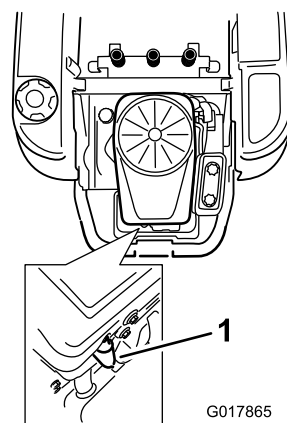

Figure 33
3. Débranchez le fil de la bougie (Figure 33).